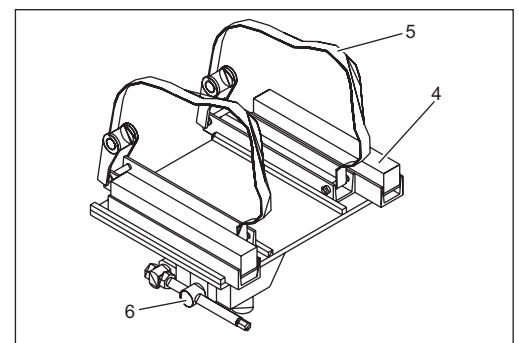

Fig. 7:
- afloje los tornillos de fijación (Fig. 7/4) de las piezas deslizantes